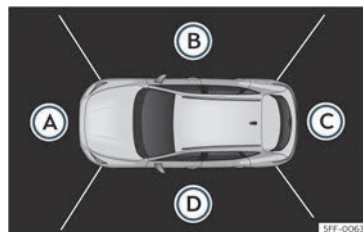

Fig. 182 Visualização do sistema de visão periférica: perspectiva aérea.
Botões de função **Fig. 182:**
Combinando as imagens de todas as câmaras, gera-se a perspectiva aérea » **Fig. 182.** A perspectiva aérea pode-se
Pressionando sobre as diferentes áreas >> **Fig. 182** (A) a (D) da perspectiva aérea ou da perspectiva aérea reduzida, pode-se selecionar a vista correspondente.